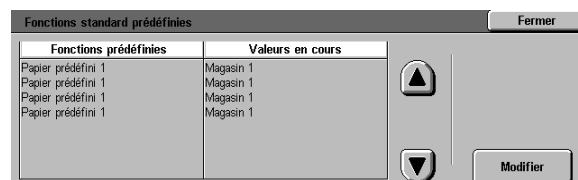

Figure 42 : Écran Fonctions standard prédéfinies
- 2 Appuyez sur la touche **Fonctions standard prédéfinies** pour afficher l'écran correspondant (voir la figure 42).